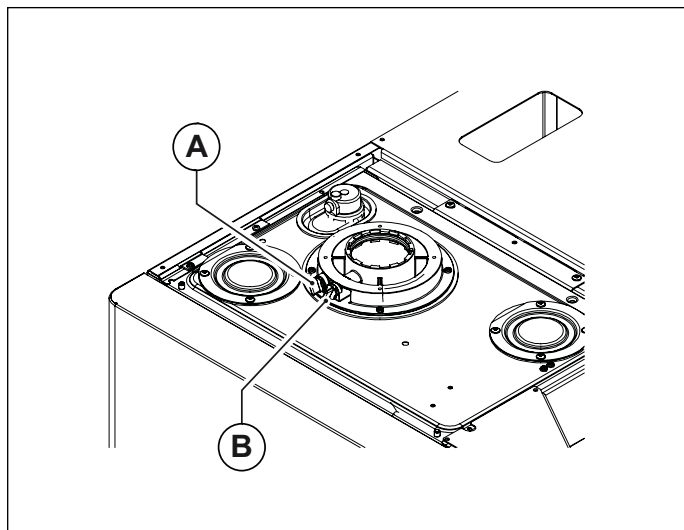
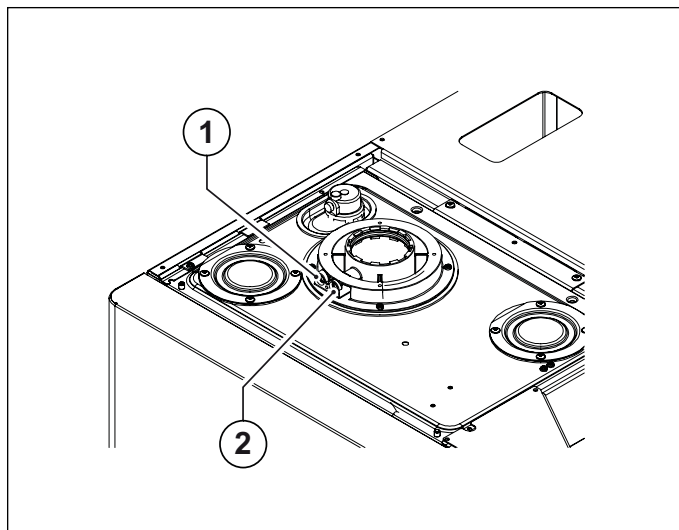

Fig. 20 Posizione tappi
Fig. 21 Posizione fori
La caldaia è provvista di una torretta per il collegamento della tubazioni di aspirazioni aria/scarico fumi (vedi Fig. 20 Posizione tappi e Fig. 21 Posizione fori).
Nella torretta sono stati predisposti dei fori per l'accesso diretto all'aria comburente ed allo scarico dei fumi (vedi Fig. 20 Posizione tappi).
Prima di effettuare le misurazioni togliere i tappi **A** e **B** dai fori predisposti sulla torretta (vedi Fig. 20 Posizione tappi).
- misura dell'aria comburente prelevata nell'apposito foro **1** (vedi Fig. 21 Posizione fori).
- misura della temperatura fumi e della CO₂ prelevata nell' apposito foro **2** (vedi Fig. 21 Posizione fori).